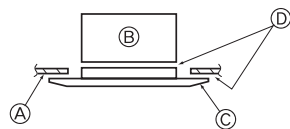

Fig. 5-7
5.3.3. Fissaggio della griglia (Fig. 5-7)